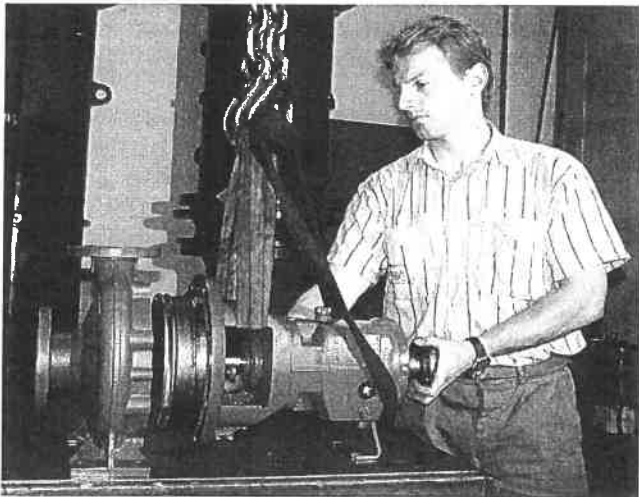

Figura 9
- Allentare le viti di tutte le linee di tenuta o raffreddamento e scaricare l'olio lubrificante dalla staffa di supporto (330) per mezzo dell'apposita vite di scarico olio (903.51).
- Allentare le viti sul piedino di appoggio (183) sul telaio di fondazione.
- Agganziare il gruppo rotante al sistema di sollevamento in modo che durante lo smontaggio il gruppo rotante non spinga verso il basso o prema verso l'alto all'interno del corpo a chiocciola. Esempio di fissaggio, vedi Figura 9.